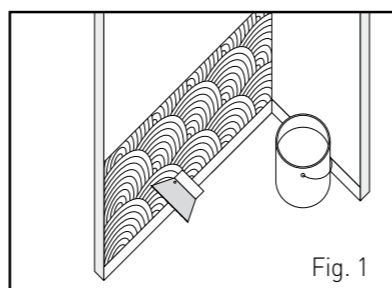

Fig. 1
- Prendre les mesures de chaque parcelle de mur puis découper les panneaux DECOCHOC aux dimensions voulues sur la hauteur et la longueur. (Cf. Fig.1)
- Repérer avec des numéros l'emplacement des panneaux sur les parcelles (Cf. Fig. 1).
- Répartir la colle sur toute la surface du mur préalablement délimitée. Le fait de l'appliquer sur le mur plutôt que sur le panneau limite le dépôt de poussière et permet la diminution du temps de gommage. [Cf. Fig.1]